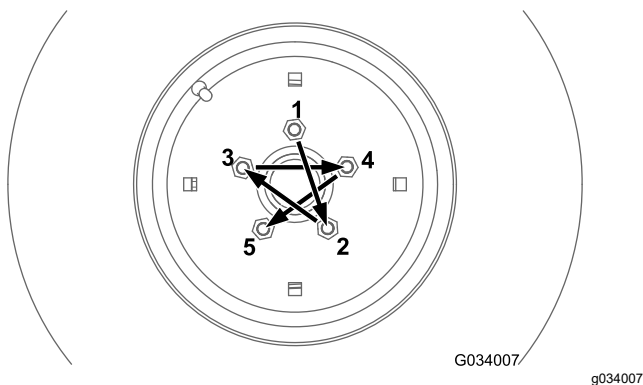
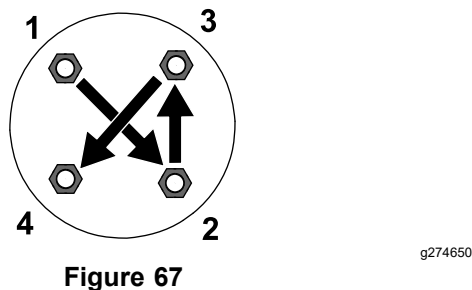

Figure 66
Figure 67
Serrez les écrous des roues avant et arrière (modèles à 4 roues motrices seulement) au couple spécifié et dans l'ordre indiqué, comme montré à la Figure 66 et la Figure 67.
- Roues avant, voir Figure 66.
- Roues arrière (modèles à 4 roues motrices seulement), voir Figure 67.